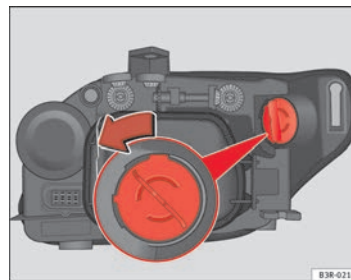

Fig. 219 Luz DRL (luz día)
- Gire el portalámparas en el sentido contrario a las agujas del reloj asíéndolo por la empuñadura ⇒ fig. 219 y extraiga el portalámparas y la lámpara.